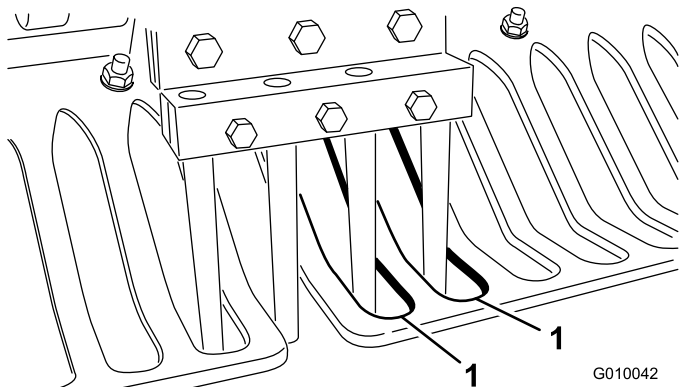

Figura 26
6. Accertatevi che le fustelle siano allineate con il centro degli spazi previsti nelle protezioni del tappeto erboso (Figura 26). Regolate le protezioni del tappeto erboso come opportuno, e serrate i dadi.